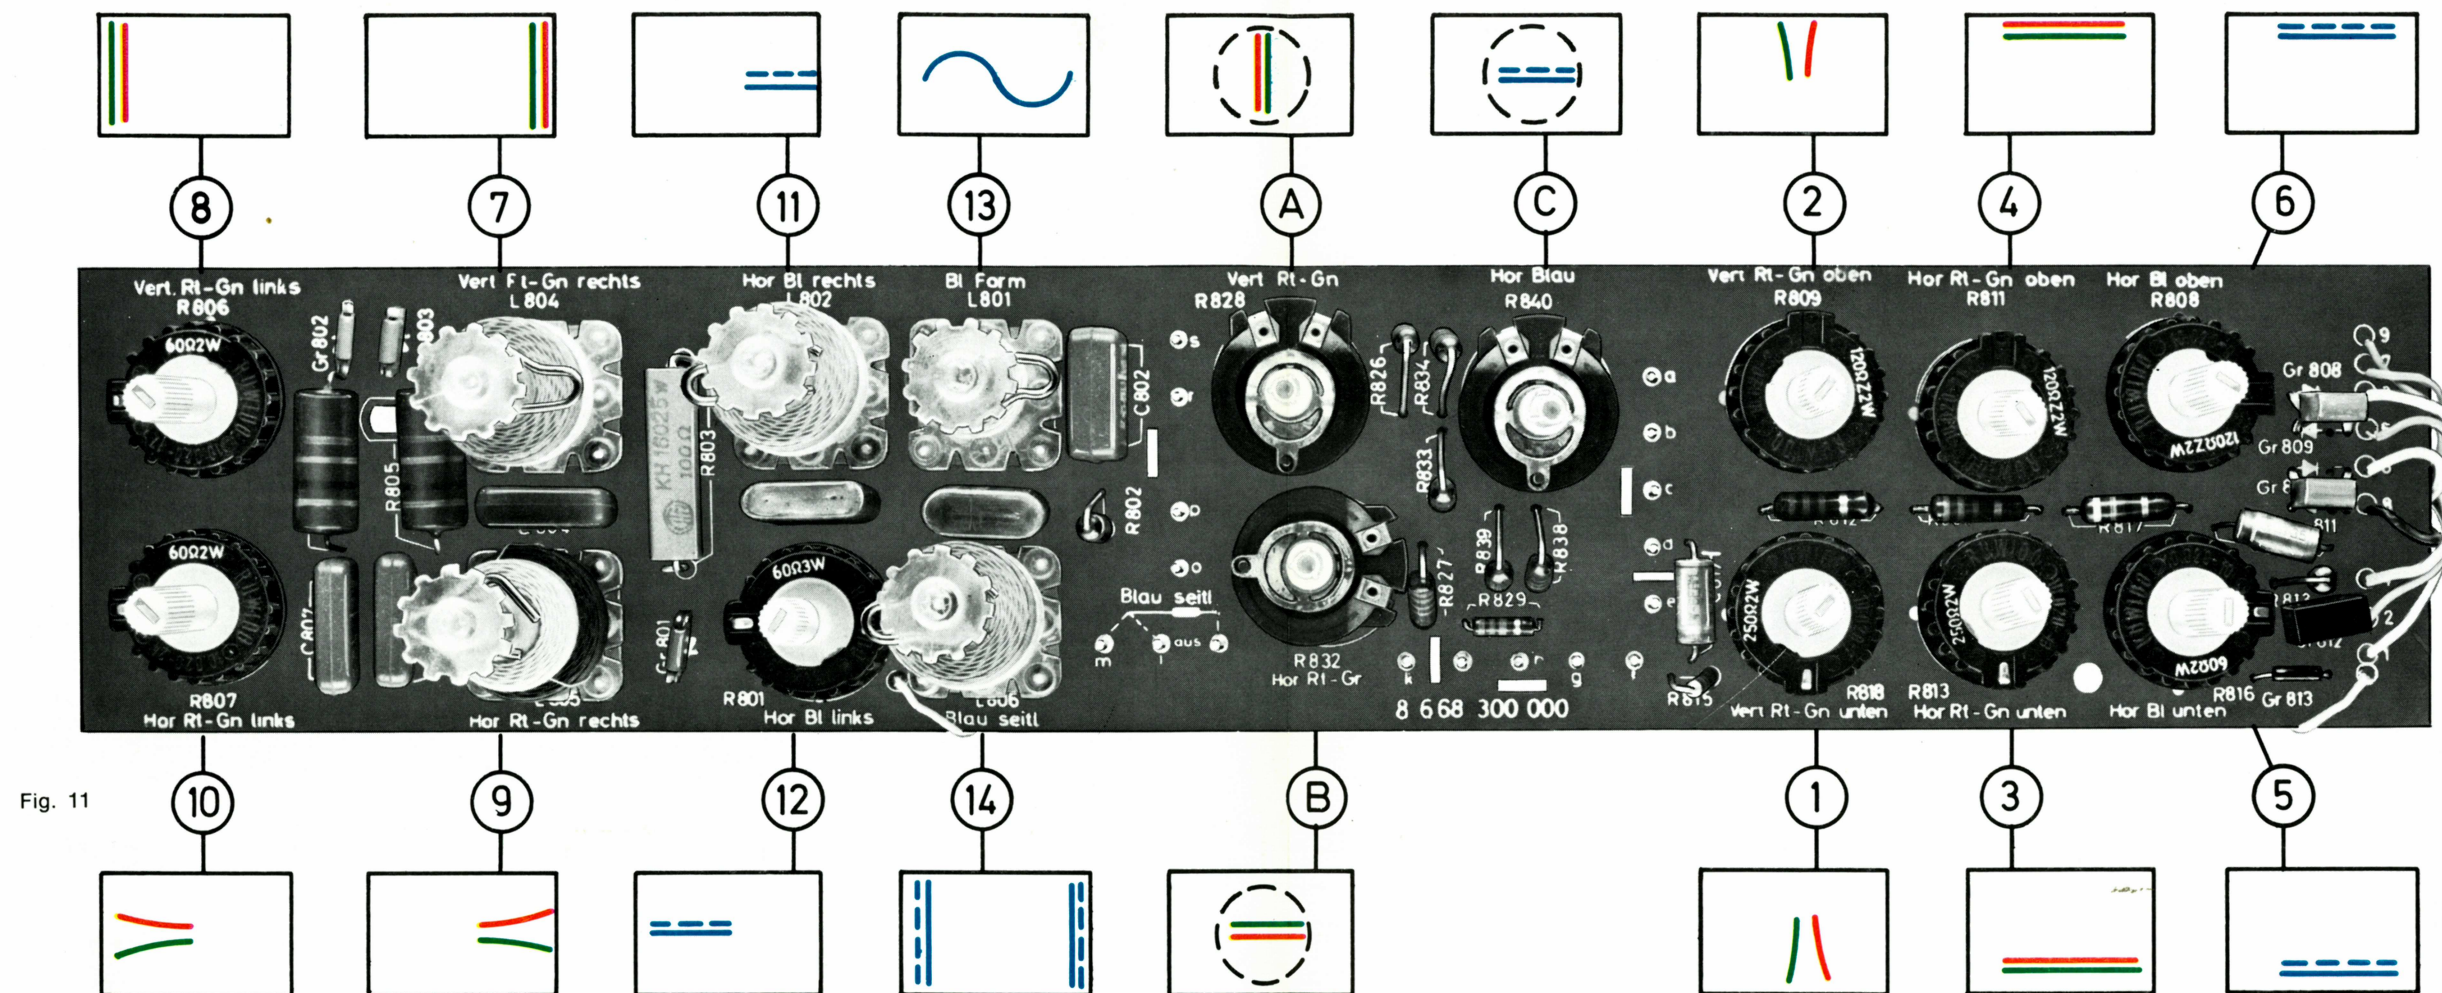

Fig. 11
Einstellregler (A), (B) und (C) in Mittelstellung (Raste) bringen (Fig. 11).
Konvergenzplatte hochklappen, Fig. 11 genau davor auf das Gehäuse legen, Gittermuster empfangen, Kontrastregler auf Rechtsanschlag, Helligkeitsregler in Mittelstellung.